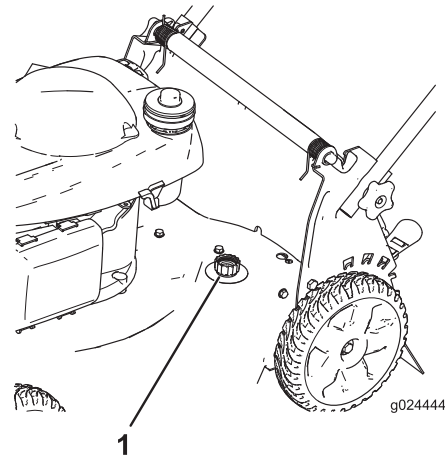

Figure 23
4. Branchez un tuyau d'arrosage, relié à une arrivée d'eau, au raccord de lavage de la machine (Figure 23).